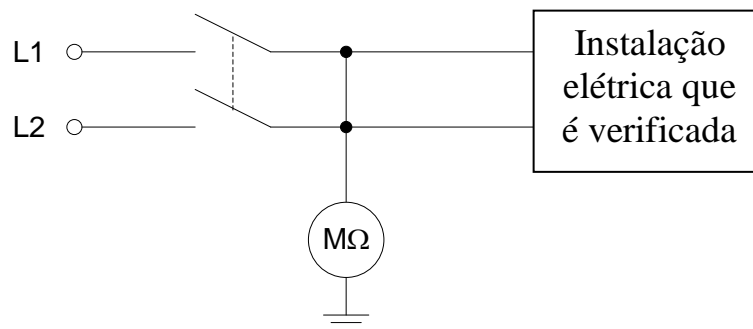

Figura 15 Medição de resistência de isolamento com relação à terra.
- Una entre si os condutores de alimentação, como mostrado na figura 15.